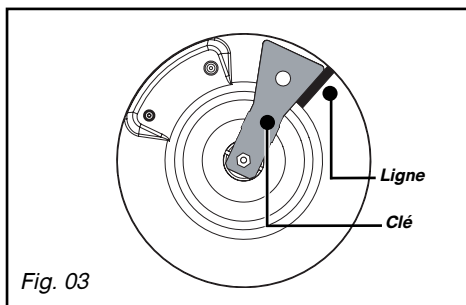

Fig. 03
- Tracez une ligne sur la plaque d'âtre à l'aide d'un crayon à l'endroit indiqué (Fig. 03).